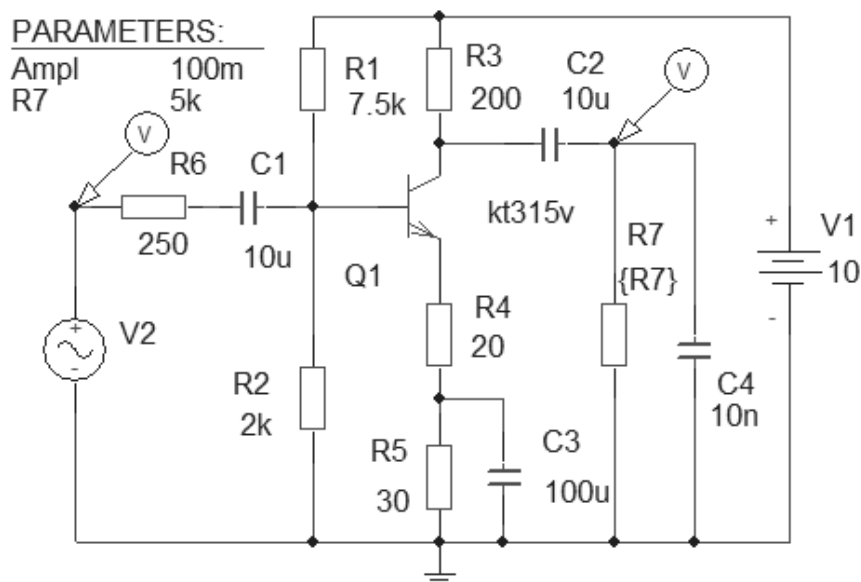
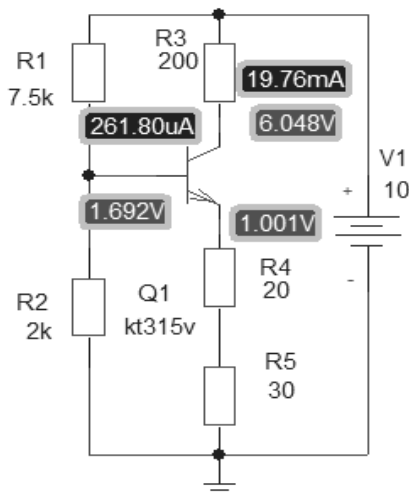

Рис.1. Схема для моделирования каскада ОЭ
Рис.4. Схема усилителя для расчета рабочего режима
Перед расчетом основных параметров каскада и исследования его характеристик с помощью программы моделирования дополним схему элементами: разделительными конденсаторами C_1 и C_2 , блокирующим конденсатором C_3 , конденсатором C_4 (имитация емкости нагрузки), внутренним сопротивлением генератора входного сигнала R_6 , сопротивлением нагрузки R_7 , генератором синусоидального сигнала V_2 (VSIN) и элементом глобальных параметров PARAMETERS. Схема преобразуется к виду, показанному на рис.1.
Для определения рабочего режима усилителя на биполярном транзисторе с общим эмиттером собираем рабочую схему (рис.4) и устанавливаем режим **Bias Point Detail**. Можно схему по постоянному току отдельно не собирать, а воспользоваться схемой каскада рис. 1. В этом случае рекомендуется после расчета удалить все нулевые значения токов и напряжений. После запуска программы расчета (клавиша **F11**, или пиктограмма ) и нажатия на пиктограммы **V** и **I**, экран приобретает вид, показанный на рис.4.
Для определения входного сопротивления каскада необходимо построить (**Trace** – **Add** или пиктограмма ) график зависимости входного сопротивления от частоты (остальные графики следует удалить). Это можно сделать, записав в командной строке окна **Trace Expression** выражение: $V(1)/I(V2)$, где $V(1)$ – напряжение в точке 1 (рис.1), $I(V2)$ – ток источника $V2$. Определить входное сопротивление можно в области средних частот с помощью электронного курсора  и пиктограммы **Mark Label** .
- Установить маркеры () для вывода осциллограмм напряжения на входе и выходе схемы (см. рис. 1);